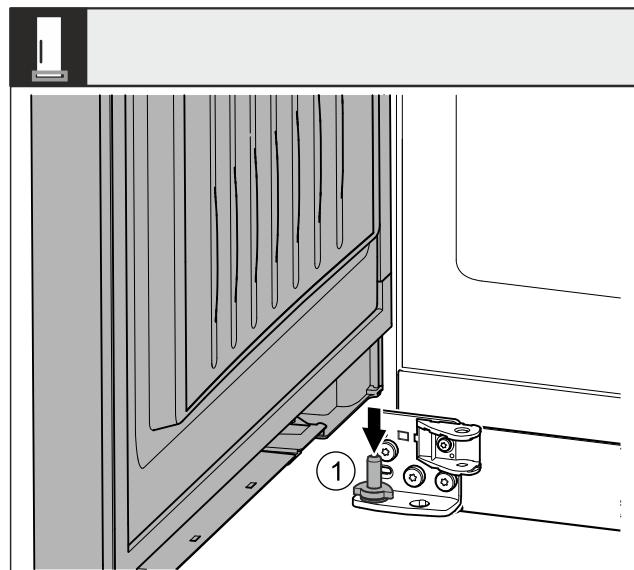

Fig. 42 \*
- Coloque la puerta en el perno del cojinete Fig. 42 (1) inferior desde arriba.\*